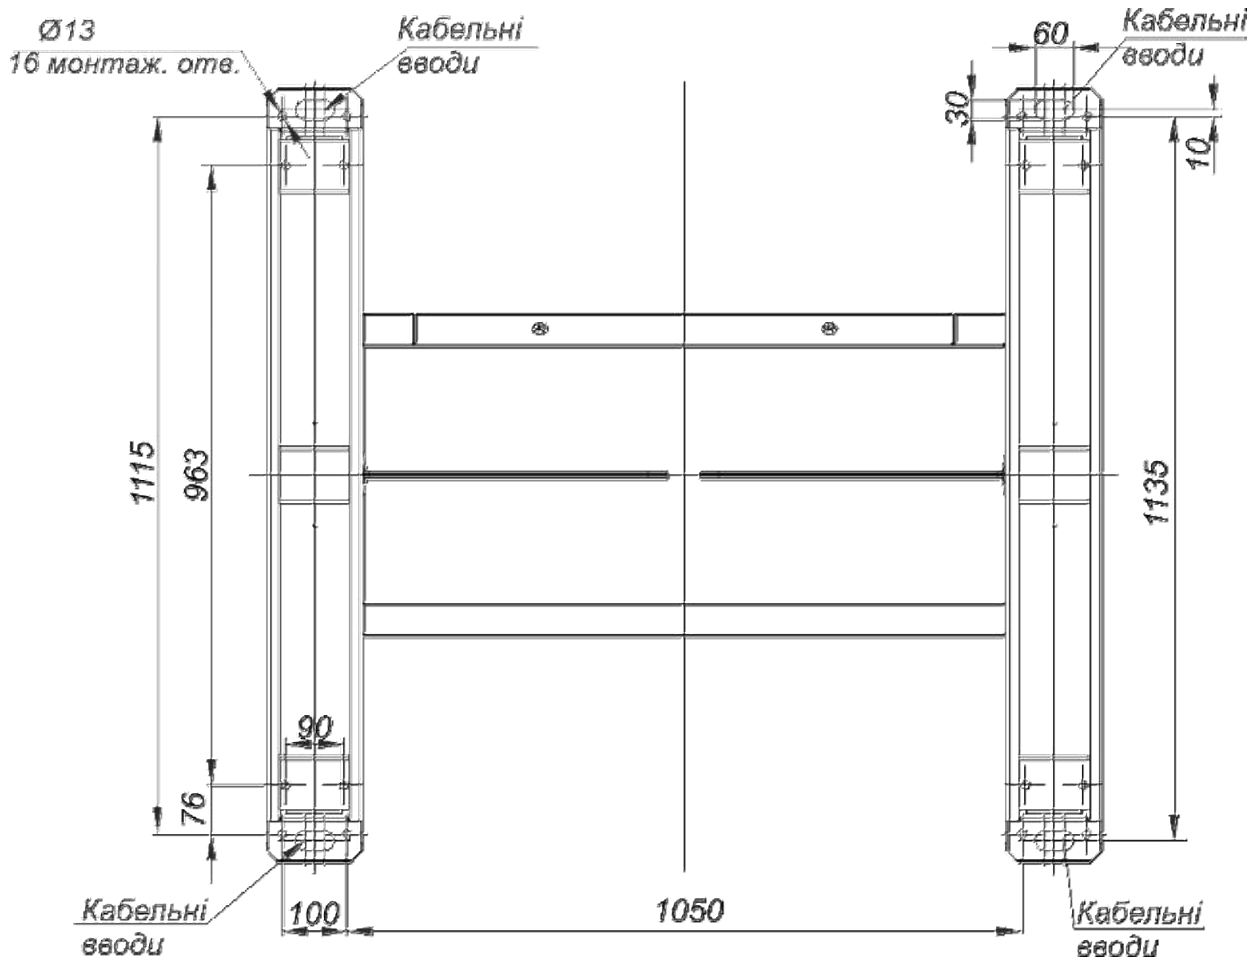

Рис. 17 – Установочні розміри комплексу турнікету «HighWay-1»
Місце виведення кабелів повинно збігатися з місцем розташування отвору на монтажній пластині турнікету (Рис. 17)
4. Поєднати кріпильні отвори в нижній пластині турнікету з підготовленими отворами на поверхні згідно з розміткою *рис.17*. Закріпити турнікет за допомогою наявних у комплекті постачання анкерів (8 шт.);
Монтаж тумби Slave проводиться аналогічно тумби Master пунти 1-7 (*Рис.20-21*), дотримують установчих розмірів розмітки комплекту турнікету HighWay (*Рис.17*).